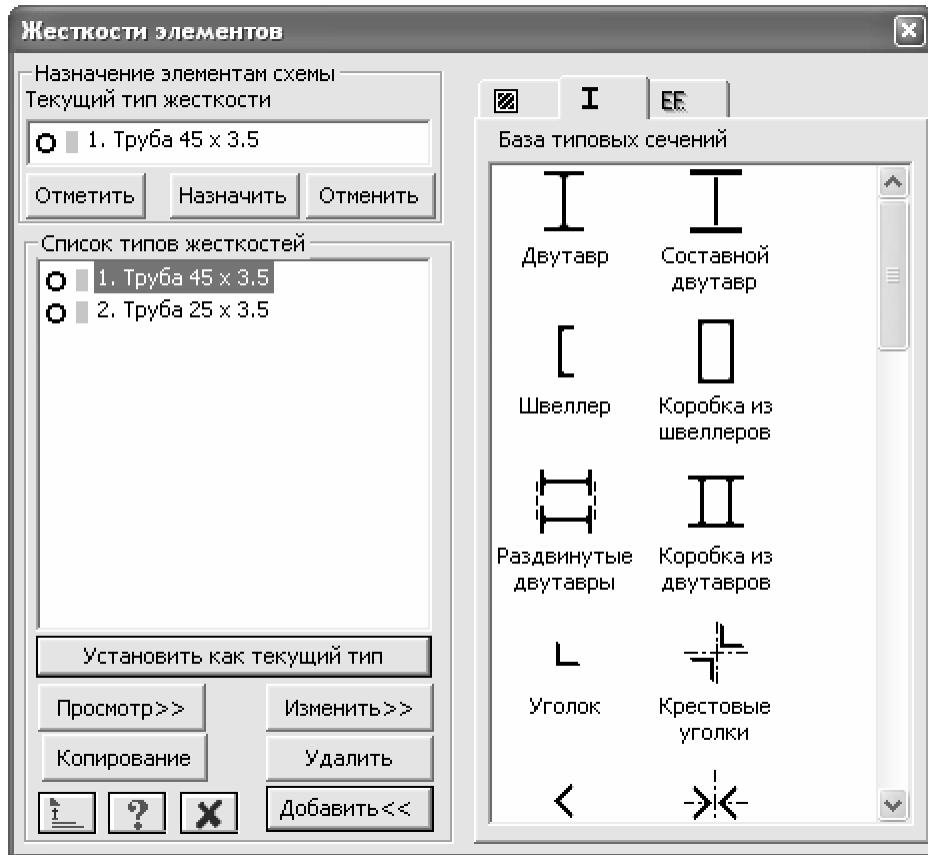

Рис.5.9. Диалоговое окно Жесткости элементов
- С помощью меню **Жесткости** ⇒ **Жесткости элементов** (кнопка на панели инструментов) вызовите диалоговое окно **Жесткости элементов** (рис.5.9).